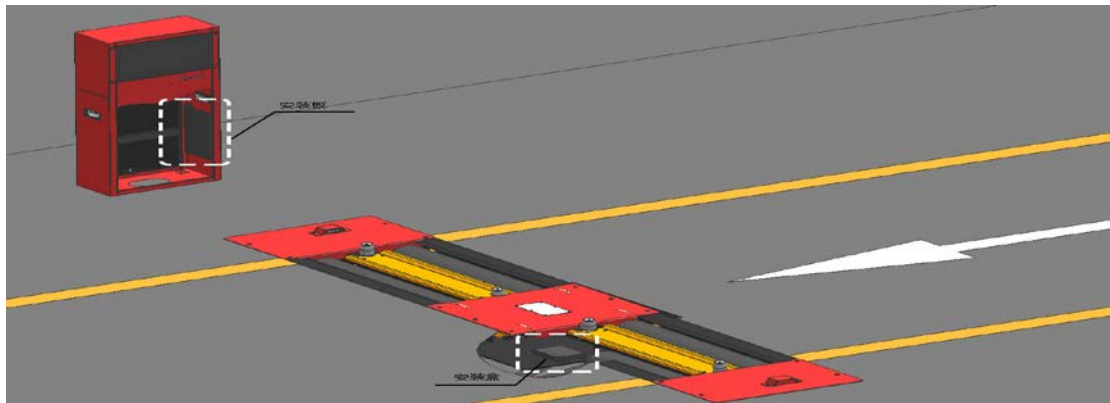

图 3.10
(2)、将线缆从台架与显示仪表间的预埋管口引出（见图 3.9 与图 3.10），台架安装盒为孔式接头，显示仪表为针式插头（见图 3.11），按图 3.11 的连接关系将线缆从台架安装盒连接到显示仪表的安装板（在每条线缆的接头位置都贴有相应的标签，见图 3.9）。